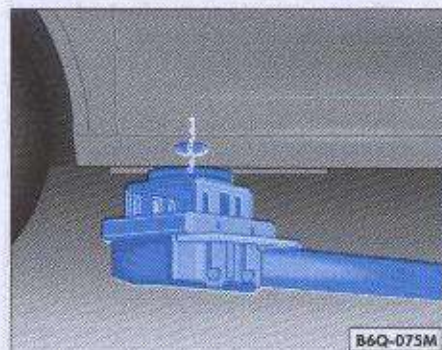
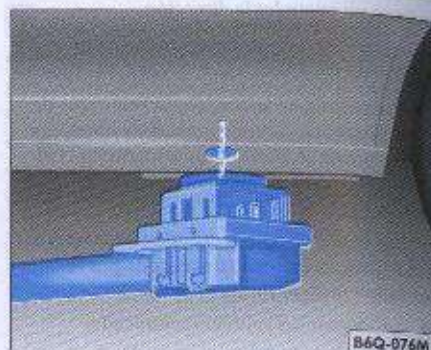

Fig. 153 Elevación del vehículo: punto de recepción delantero del lado izquierdo
Fig. 154 Elevación del vehículo: punto de recepción trasero del lado izquierdo
Su vehículo solo puede ser levantado en el taller por medio de un elevador, por los puntos señalados en las figuras → fig. 153 y → fig. 154 → ⚠.
- Solo levante el vehículo por los puntos señalados en las figuras → fig. 153 y → fig. 154.
Las etiquetas de identificación con número parcial VIS51) están fijadas en la columna de la suspensión derecha ⇒ fig. 153 ① y en la columna de la puerta delantera derecha. Estas etiquetas son destruidas cuando se intenta removerlas.